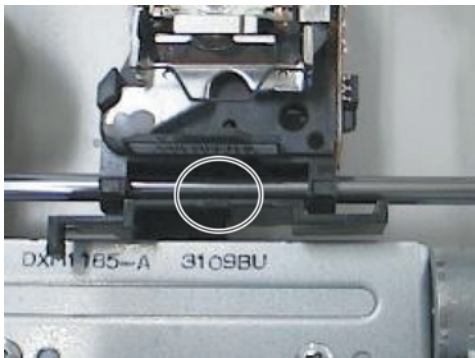

Fig. 13
- Apply grease to the DVD traverse mechanism as shown below. (Fig. 13)
- DVDトラバースメカの下図にグリスを塗布します。(Fig. 13)